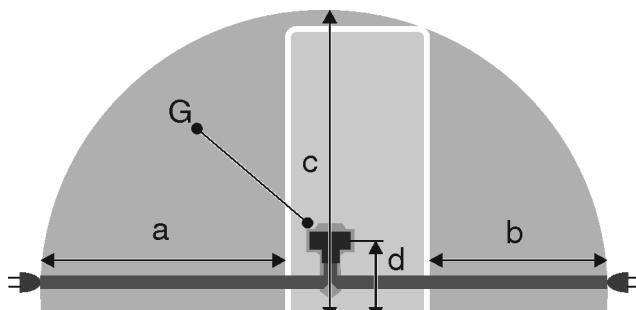

Fig. 48
- Gerätestecker Fig. 48 (G) auf der Rückseite des Gerätes einstecken. Auf richtiges Einrasten achten.